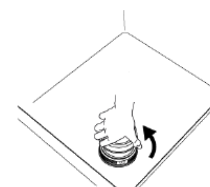

Fig.44
- 2 - Desenroscar el tapón del depósito de sal colocada dentro del tanque. (Fig. 44)